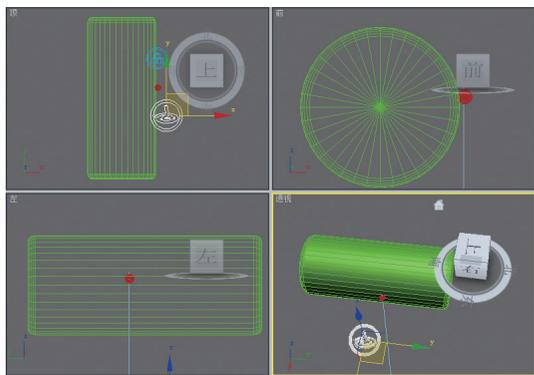

图9-97 创建动力学物体
**01** 分别单击reactor工具栏上的和按钮，在场景中创建一个刚体和一个绳索，如图9-97所示。